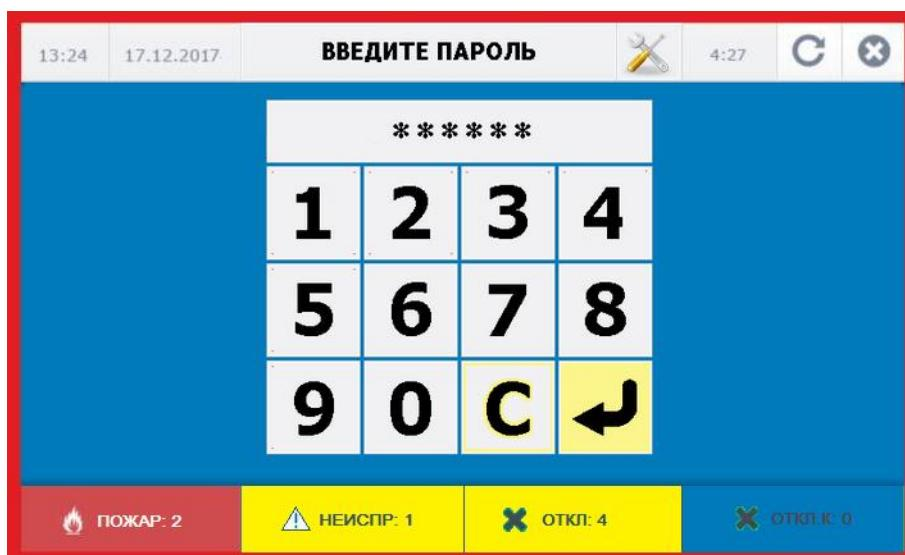

Рисунок 23. Меню ввода пароля.
- ✓ «Сброс» - запускает процедуру ручного сброса состояния ППКПиУ. При нажатии кнопки в рабочем окне появляется меню ввода пароля для осуществления процедуры сброса состояния ППКПиУ (рисунок 23).